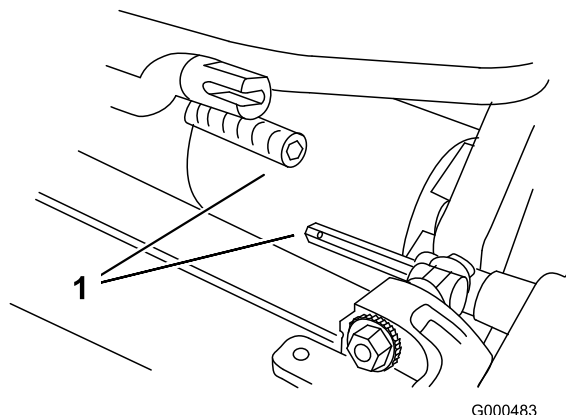

Figura 46
6. Empurre a unidade de corte para a frente, cerca de 51 mm, e posteriormente para a direita de modo a desengatar a união da transmissão (Figura 46).